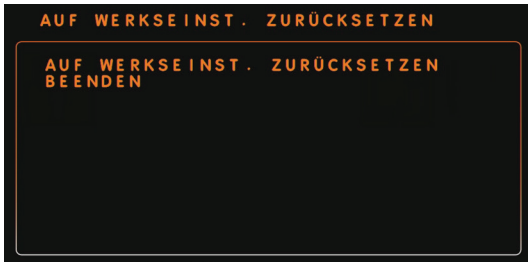

Abbildung 30. „Auf Werkseinst. zurücks.“ öffnen
1. Wählen Sie das Symbol **AUF WERKSEINST. ZURÜCKS.** auf dem Bildschirm MENÜ SYSTEMKONFIGURATION, um den Bildschirm AUF WERKSEINST. ZURÜCKS. zu öffnen (Abbildung 30). **AUF WERKSEINST. ZURÜCKS.** blinkt.